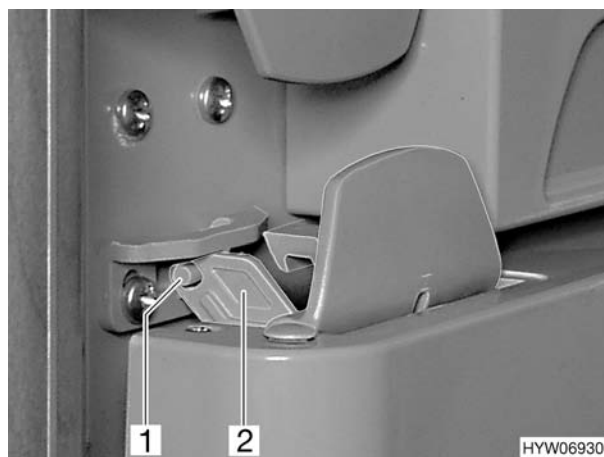

Fig. 168 Porta del frigorifero in posizione di aerazione
- Aprire il bloccaggio (Fig. 168,2) e innestarlo nel perno (Fig. 168,1). In questo modo la porta rimane ferma in posizione socchiusa.